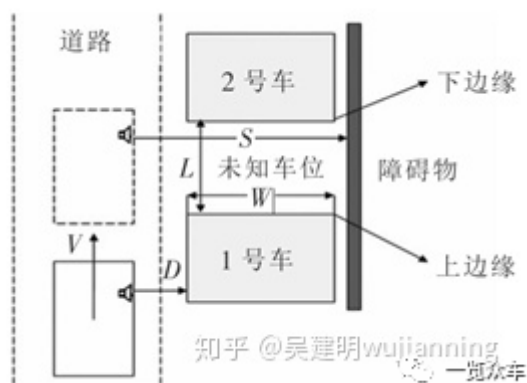

图3
(2) 停车位检测与识别：自动泊车超声波车位探测系统主要是由布置在车身侧面的超声测距模块构成的，通过超声传感器对车辆侧面的障碍物进行探测，即可完成车位探测及定位。超声波车位探测的过程如图3所示。